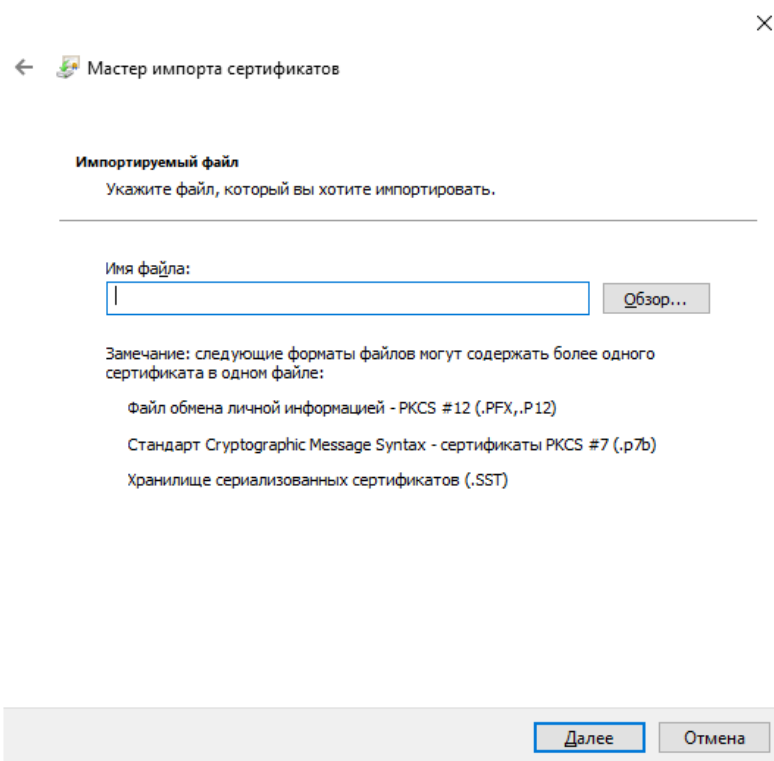

Рисунок 19 – Выбор импортируемого файла
8. Выберите импортируемый файл сертификата путем нажатия кнопки «Обзор...» (см. рисунок 19).